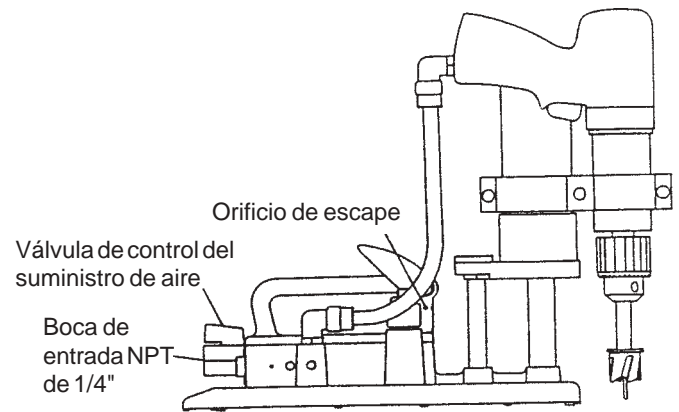

Figura 5
7. Conecte la boca de entrada NPT de 1/4" de la unidad 1557 (figura 5) a un suministro de aire filtrado, con un tamaño mínimo de calibre de 7 mm o de 5/16" y un rango de presión de aire efectiva de 75-120 psi.
8. Abra la válvula de control del suministro de aire (figura 5). Cualquier fuga de aire que salga provendrá de los orificios de escape situados en la parte delantera del asa. **NO BLOQUEE LA SALIDA DE ESCAPE.**